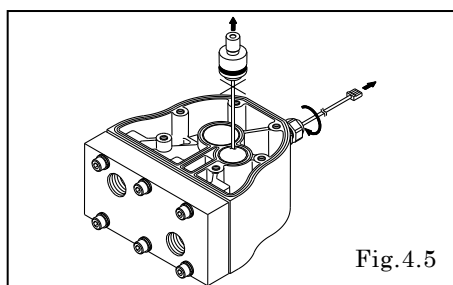

Fig.4.5
- ・ニッパーでセンサーのコードを切断する。〔Fig.4.5〕